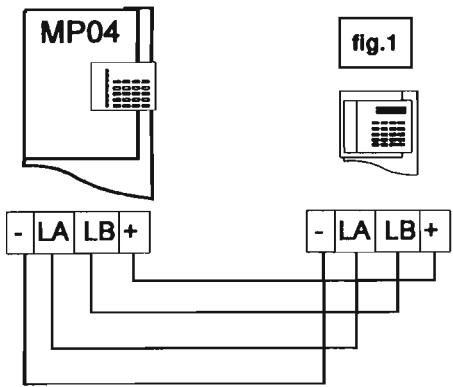

fig.1
- 1) Collegare le tastiere (max 4) via linea seriale RS485 come in fig.1.